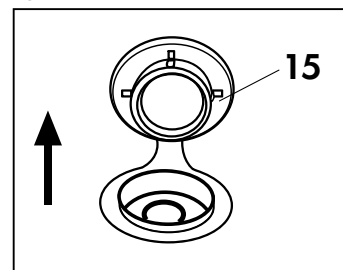

Fig. 8
Introducir agua de grifo o detergentes no espumosos en el depósito específico, levantando el tapón (15) (**Fig. 8**)